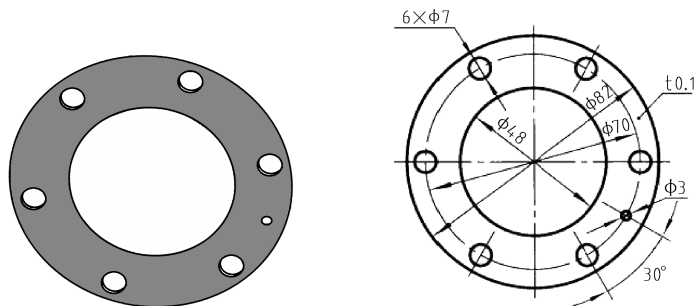

图 8-108 垫片模型
(3) 利用给定的工程图完成如图 8-108 所示的垫片模型。